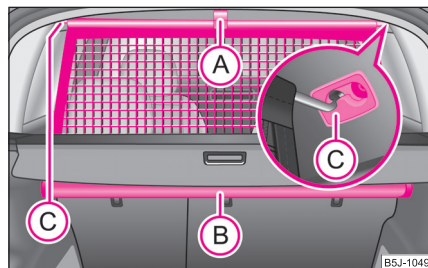

Abb. 73 Netztrennwand ausrollen
- Ziehen Sie die Netztrennwand an der Lasche **(A)** aus dem Gehäuse **(B)** in Richtung der Halterungen **(C)** ⇒ Seite 70, Abb. 73.